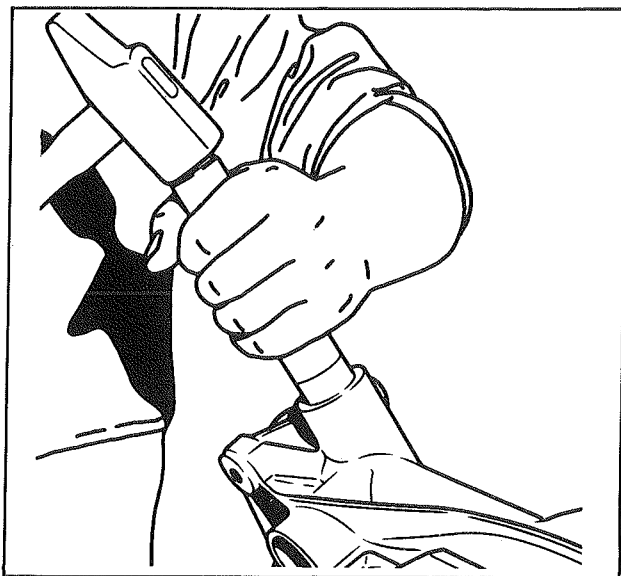

Fig 17
- Emmancher la bague régulée (15) **de manière qu'elle affleure le boîtier de crémaillère** (fig. 17)